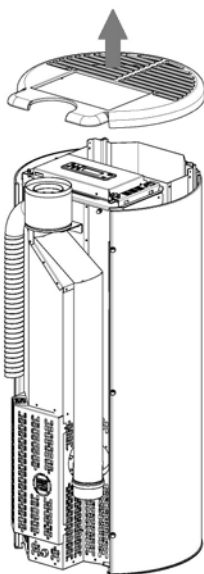

Fig. 27 - Zdejmowanie pokrywy
- Usunąć żeliwną pokrywę (zob. **Fig. 27**).